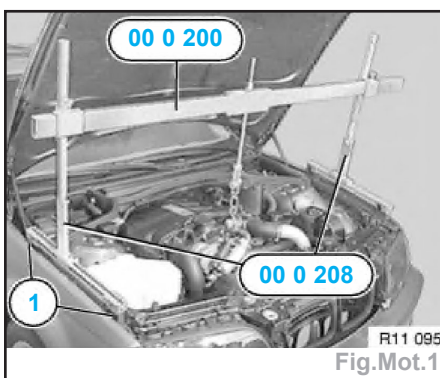

Fig.Mot.1
- mettre en place l'outil [00 0 200] avec le 00 0 201 / 202 / 204 et 208 pour maintenir le moteur (Fig.Mot.1),